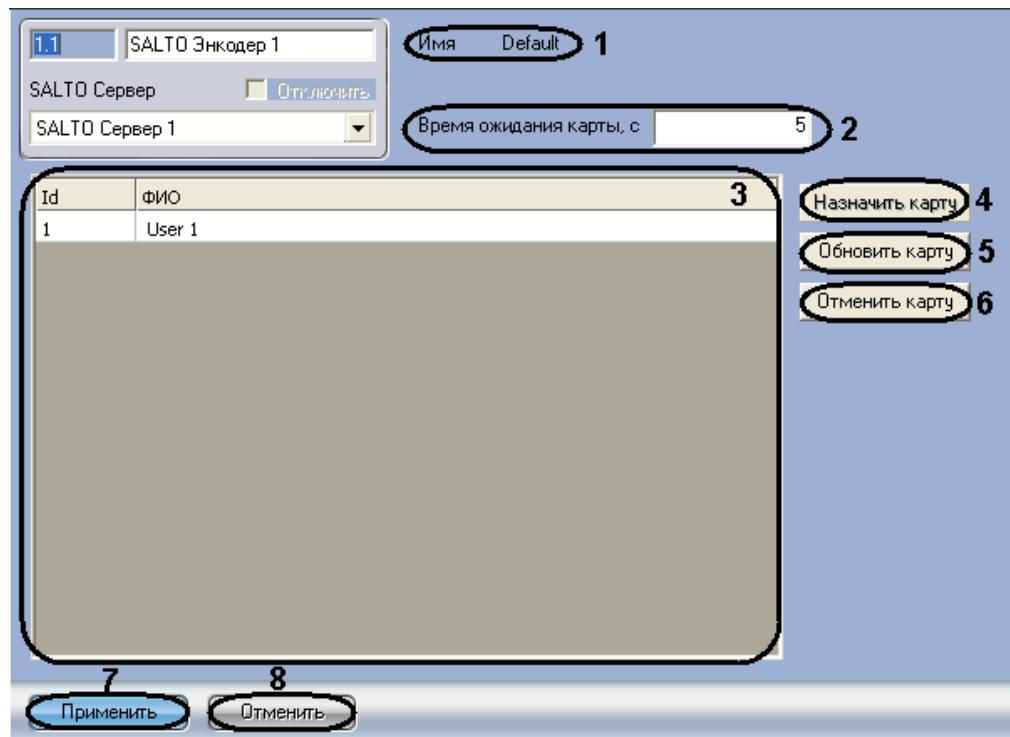

Рис. 3.3—7 Задание карт доступа
Задание карт доступа СКУД SALTO проходит на панели настроек объекта **Encoder** (Рис. 3.3—7). Данный объект создается на базе объекта **SALTO Сервер** при загрузке конфигурации СКУД SALTO (см. раздел 3.3.2 данной документации) или создается вручную в дереве объектов ПК ACFA *Intellect*.
1. В поле **Время ожидания карты, с** ввести время в секундах, определяющее временной период после нажатия кнопки **Назначить карту** или **Обновить карту**, отводимый на поднесение карты доступа к энкодеру (см. Рис. 3.3—7, 2).
*Примечание 1. В поле Имя указано название объекта энкодера в программном обеспечении СКУД SALTO (см. Рис. 3.3—7, 1).*